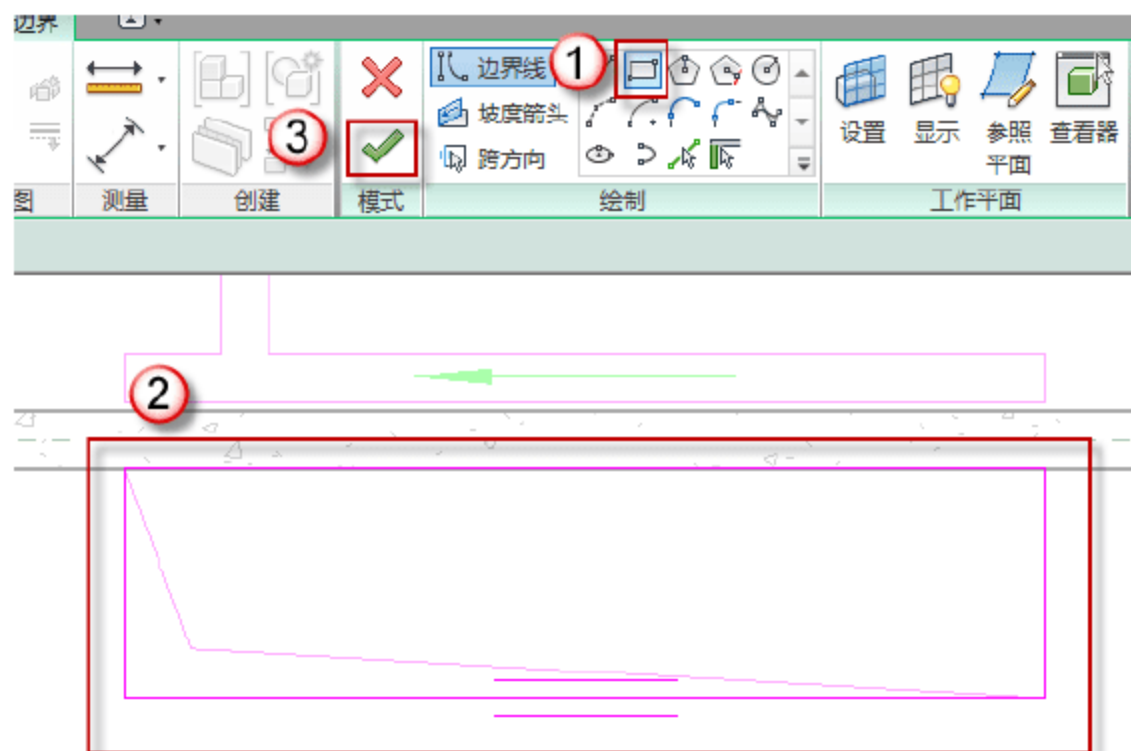

图 9.2.39 绘制排水井地面
(16) 绘制“4800×1200×550 排水井”地面。在“绘制”任务栏的“边界线”中选择“矩形”，在绘图界面需要绘制的地方，绘制排水井的地面，然后在上下文关联选项卡中单击√按钮，如图 9.2.39 所示。